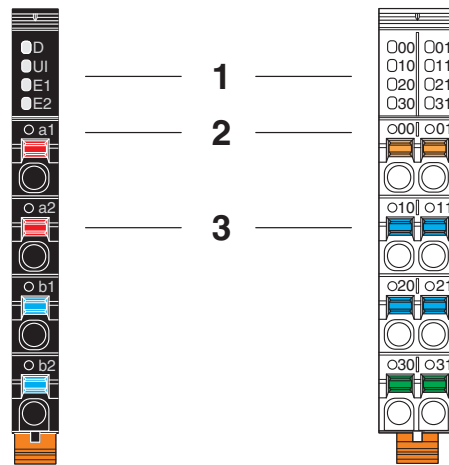

Abb. 5-25 Beschriftung der Klemmstellen und der LEDs auf den Steckern
- Anzeigeelemente** Diagnose- und Statusanzeigen sind mit der Funktion beschriftet, z. B. D, E, UI, 00, 01, ... (1 in Abb. 5-25).
- Klemmstellen** Die Klemmstellen sind durchgehend nummeriert, z. B. a1, b1, 00, 01, ... (2 in Abb. 5-25).
Der jeweils zugehörige farbige Federöffner kennzeichnet die Funktion (Signal, Potenzial) (3 in Abb. 5-25).